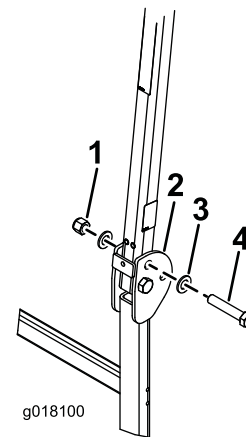

Figura 8
- Coloque una arandela (13/16" x 1½") en cada perno (¾" x 4"), según se muestra en Figura 8.
- En los taladros de donde se retiraron los pasadores, instale los pernos y las arandelas (Figura 8).
- Coloque otra arandela sobre cada perno y sujételas con tuercas (¾"), según se muestra en Figura 8. Apriete las tuercas a 323–396 N·m.
- Apriete el perno de pivote del ROPS (Figura 8) a 91–113 N·m para evitar que reboten la barra antivuelco y el toldo.